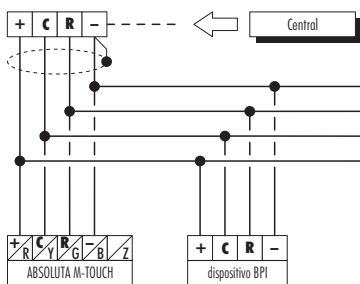

Figura 3 - Cabeamento.
2. Conecte os quatro cabos do barramento BPI a partir do painel de controle (+, C, R, -) aos terminais do teclado, como ilustrado na figura 3.